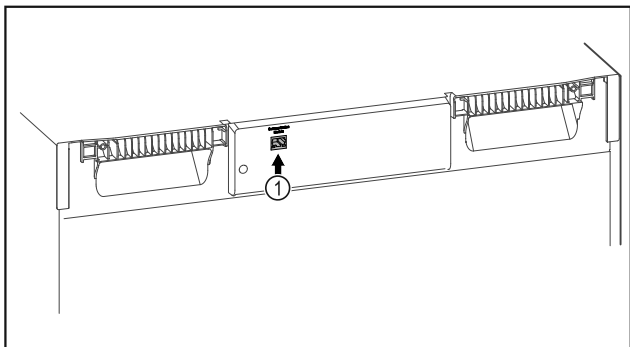

Fig. 84
- Vstavljen je SmartModule Fig. 84 (1).